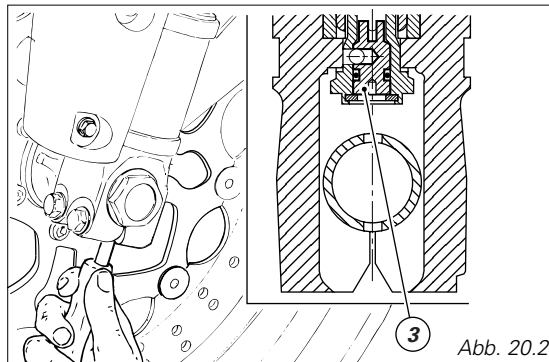

Abb. 20.2
- 3) (Abb. 20.2) zur Änderung der hydraulischen Dämpfung in der Druckstufe.
Um die Einstellschraube (3, Abb. 20.2) zu betätigen, muss man einen Schraubenzieher in die durchgehende Bohrung der Radachse an der Achse des Gabelholms einführen.